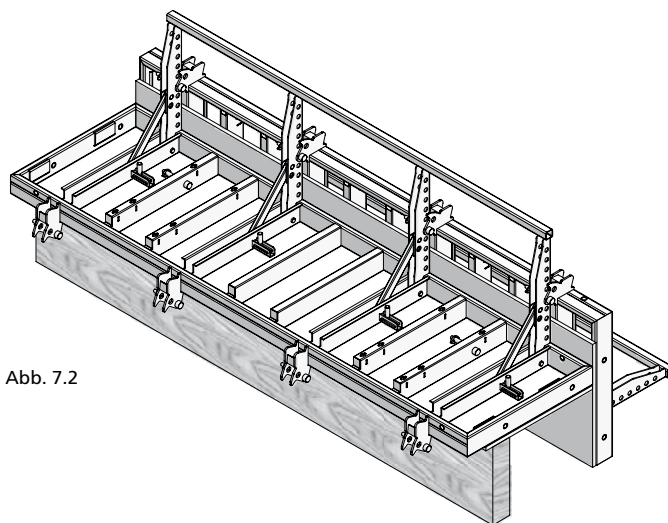

Abb. 7.2
2. Das dritte und vierte Stützelement ebenso wie das erste und zweite (siehe Seite CF-6) zu einer Elementeinheit montieren. An dieser Einheit werden jedoch keine Richtkonsolen befestigt (Abb. 7.2).